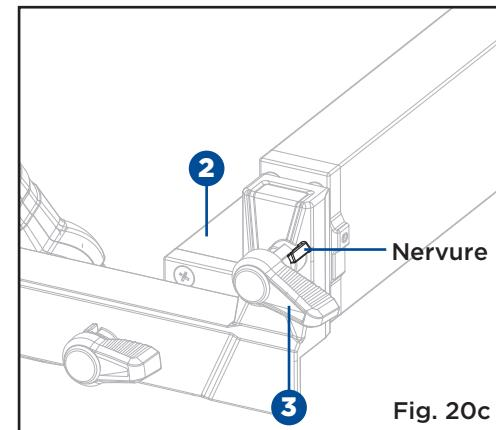

Fig. 20c
Pour verrouiller le guide étroit (2), tournez le levier de verrouillage (3) comme indiqué à la figure 20c jusqu'à ce qu'il soit en appui contre la nervure.